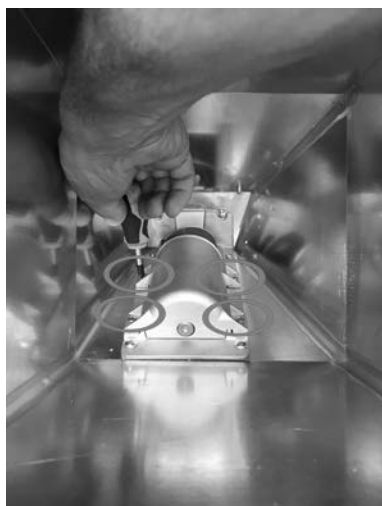

Fig. 78 - Verwijdering van de schroeven
- Langs het reservoir de 4 schroeven van het omhulsel van de transportschroef losdraaien (zie **Fig. 78**).